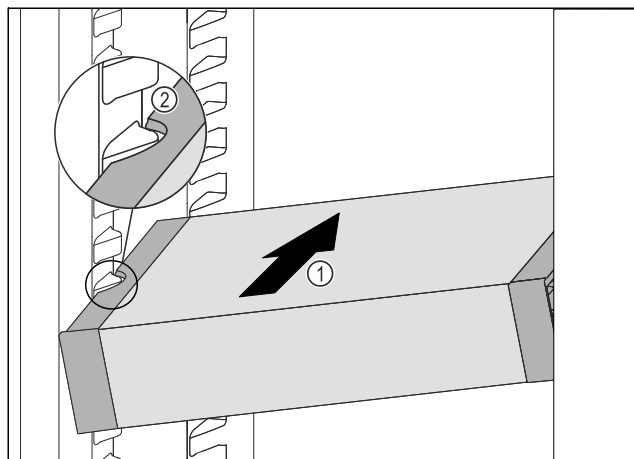

Fig. 99
- ▶ Skub VarioSafe skråt ind i kølesektionen, Fig. 99 (1) indtil udsparringerne i siden Fig. 99 (2) på VarioSafe er på niveau med beholderribben i kølesektionen.